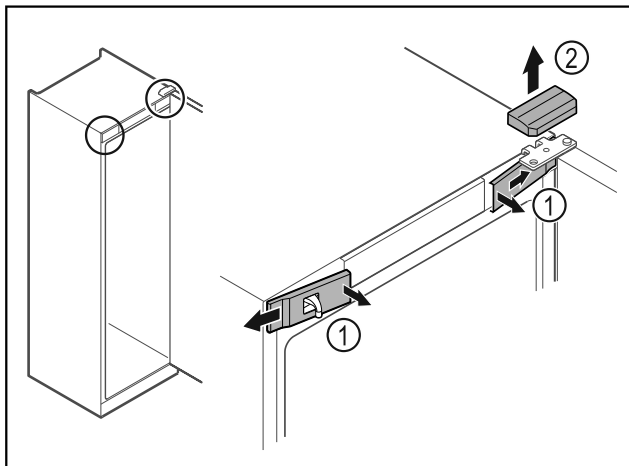

Fig. 15
- ▶ Uvolněte uvnitř přední kryty Fig. 15 (1) a sejměte je stranou.
- ▶ Horní kryt Fig. 15 (2) odeberte směrem nahoru.